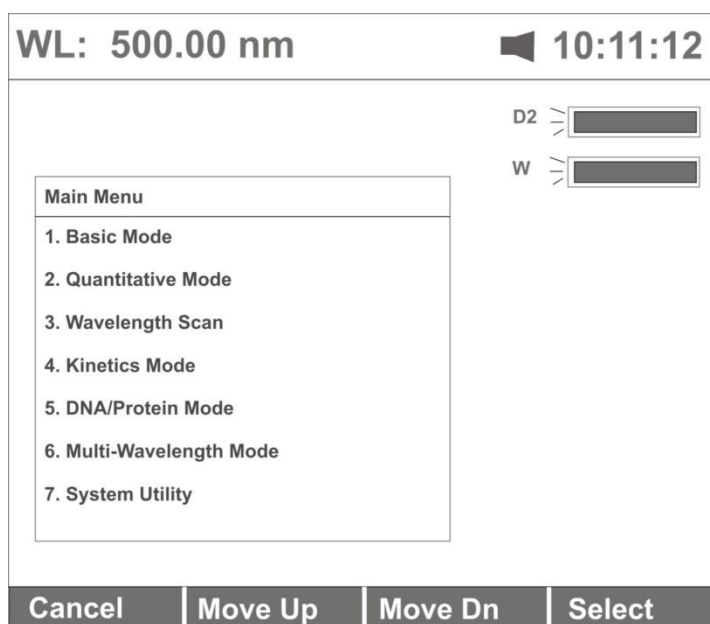

Рис. 7.
После окончания калибровки раздастся звуковой сигнал и прибор выйдет на рабочий режим. На дисплее появится главное меню (рис.7).
Для отказа от калибровки выберите пункт «No», затем нажмите клавишу [ВВОД] . Прибор выйдет на рабочий режим. На дисплее появится главное меню (рис.7).
Выбор режима работы осуществляется через главное меню (рис.7), содержащее следующие пункты:
*Примечание: в качестве примера используется режим «Сканирование спектра»(3). Переход в режим сканирования осуществляется нажатием клавиши **[3]** из главного меню, показанного на рис.7.*
Примечание: в качестве примера используется режим «Сканирование спектра»(3).Переход в режим сканирования осуществляется нажатием клавиши [3] из главного меню, показанного на рис.7.